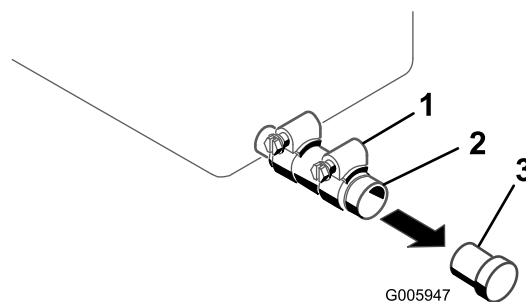

Figure 29
4. Placez un bac de vidange sous le tube de vidange (Figure 29).
5. Desserrez le collier et enlevez l'obturateur (Figure 29).